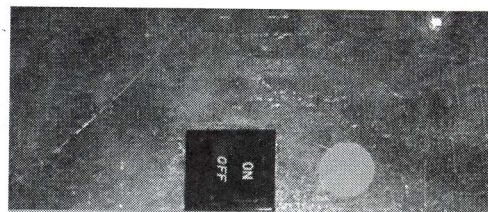

FIGURE 3
8. Après l'exécution du remplacement, on doit apposer le point noir inclus dans cet ensemble à droite du commutateur d'alimentation principal, derrière la grille supérieure du compartiment de la machine. (Voir Figure 3.)